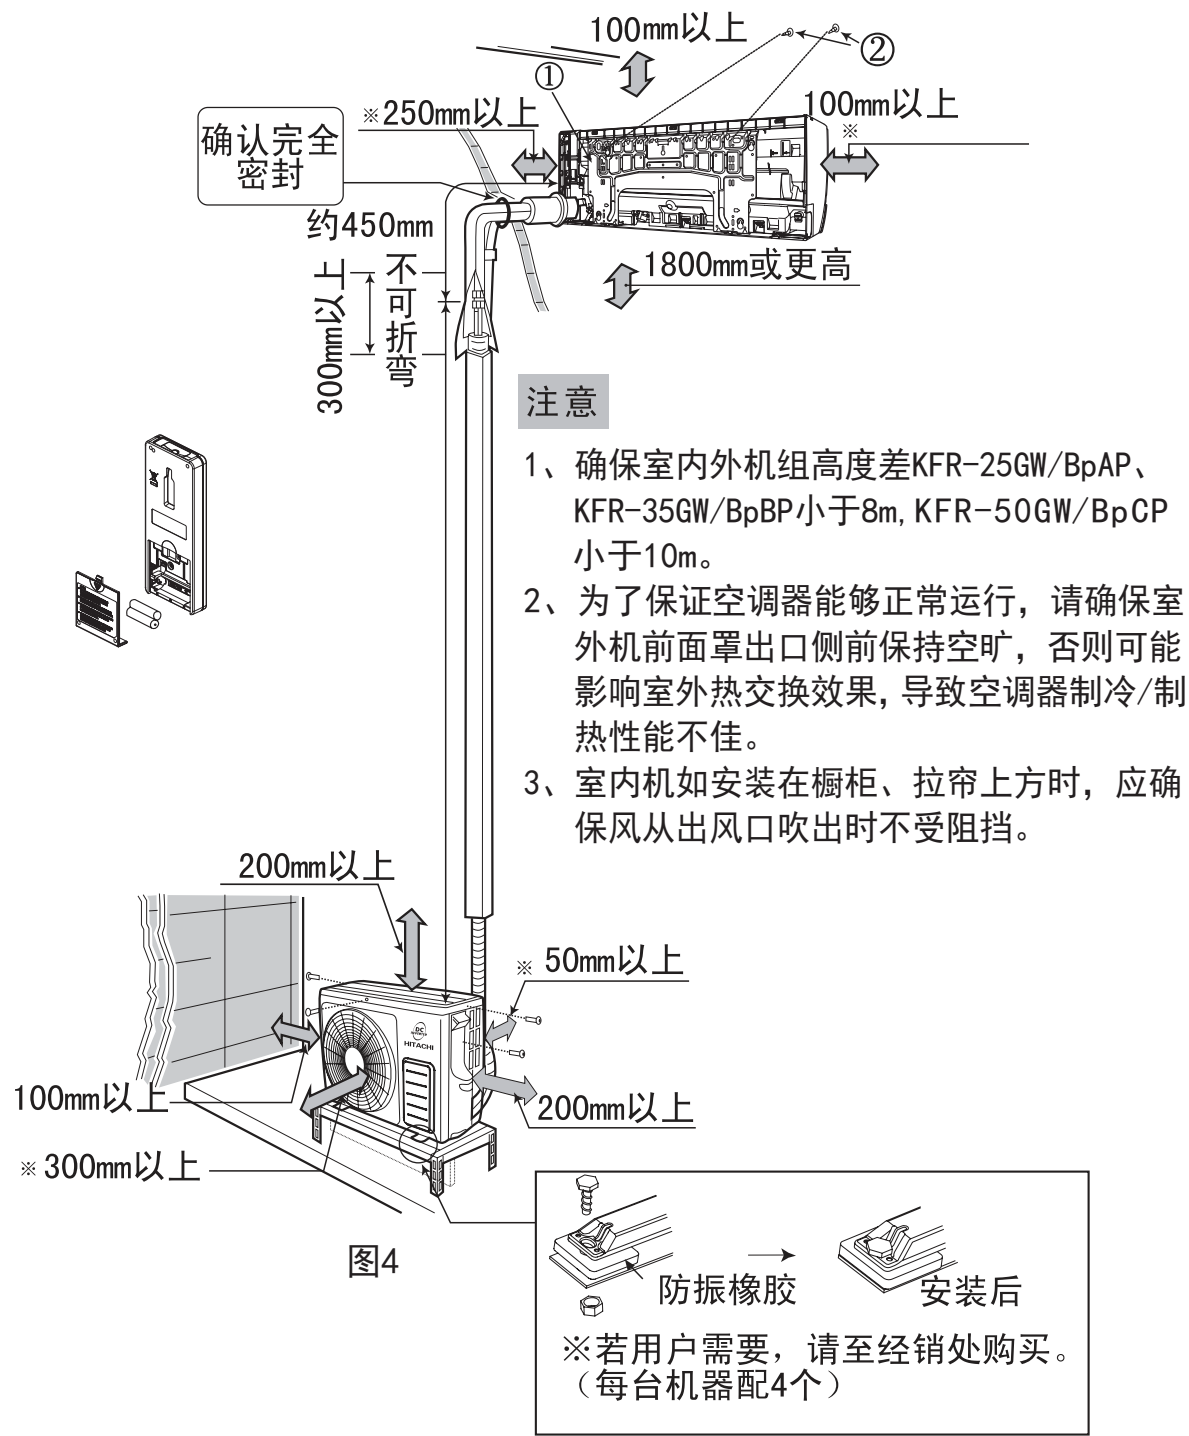
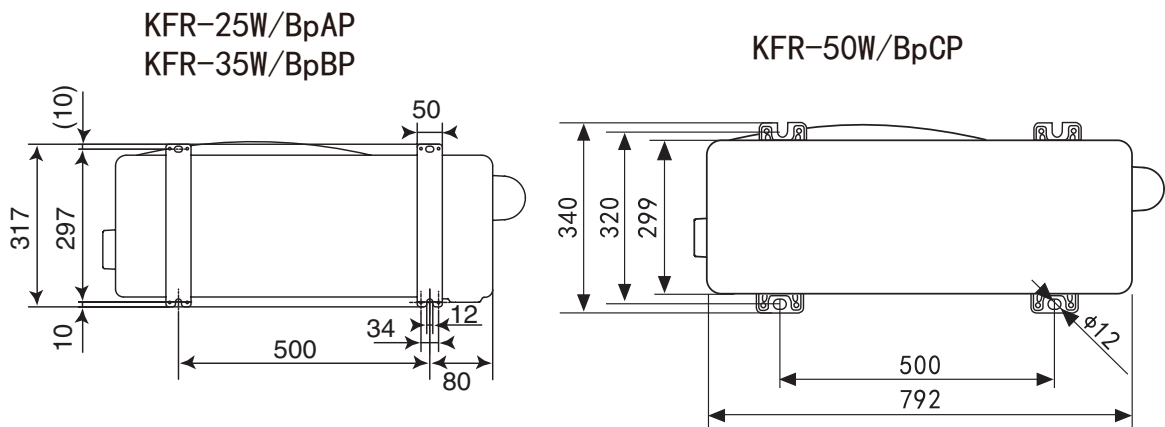

图4
图5
1. 示图4是连接配管安装成形。
2. 根据总装示图4结合对应附件按要求牢固安装。
- (1) 如图4所示保留室外机组旁的空位，避免任何障碍物妨碍通风系统。
- (2) 尽量安装于房屋的东或北方。如装于南或西方是无可避免时，应有遮盖物遮盖。
- (3) 最好不要安装在污秽或雨淋的地方。
- (4) 尽量靠近室内机组安装。
- (5) 室外机外形尺寸及安装固定孔位置见图5。